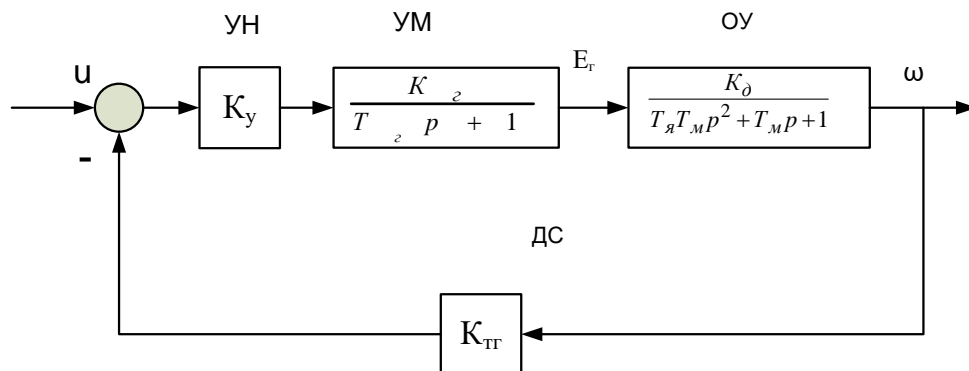

Рис.1
На рис.1 представлена структурно-функциональная схема одноконтурной системы управления двигателем постоянного тока с независимым возбуждением.
На рис.1 приняты следующие обозначения: ОУ - объект управления (двигатель); УН - полупроводниковый усилитель напряжения; УМ - усилитель мощности (генератор постоянного тока); ДС - датчик скорости (тахогенератор); и - напряжение управления; E_g - э.д.с. генератора; ω - угловая скорость вращения вала двигателя (управляемая переменная); T_z , T_y , T_m - постоянные времени обмотки возбуждения генератора, якорной цепи двигателя и электрохимическая постоянная времени двигателя, соответственно.
1. По передаточной функции ОУ (рис.1) составить его уравнения состояния в скалярной и векторно-матричной формах; используя численные значения параметров (табл.1), оценить управляемость и наблюдаемость ОУ по критериям Калмана.